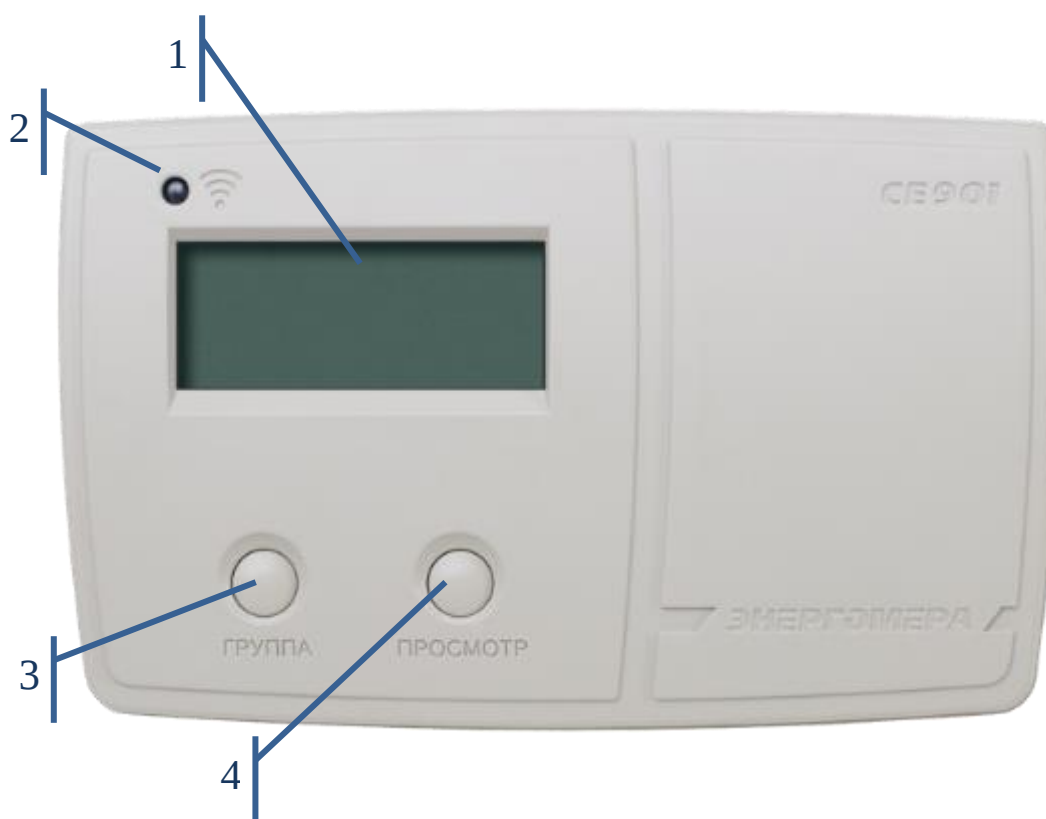

Рисунок 17 – Внешний вид устройства считывания счетчиков СЕ901 (внешнего дисплея).
3.8.6.5 Внешний вид индикаторного устройства СЕ901(для счетчиков наружной установки) (см. рисунок 17):